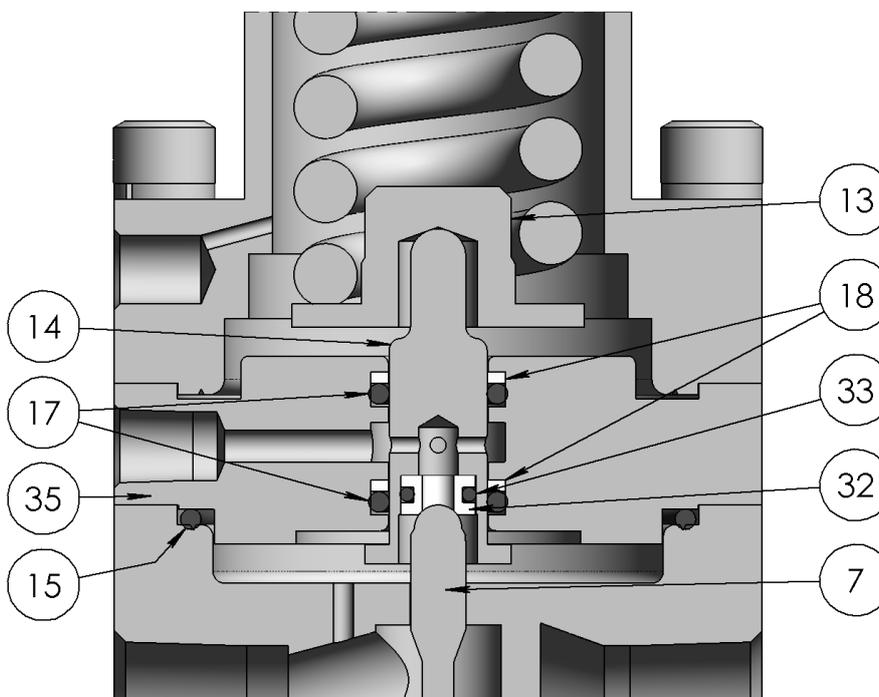

Рис. 7
2. Наденьте уплотнительное кольцо седла выпускного отверстия без отвода (33) на седло выпускного отверстия без отвода (32), затем вставьте седло в поршень с выпускным отверстием без отвода (14). Убедитесь, что скошенный край седла обращен наружу.
3. Вставьте уплотнительные кольца поршня (17) и опорные кольца поршня (18) в пластину с выпускным отверстием без отвода (35). Убедитесь в правильной ориентации компонентов в соответствии с Рис. 7.
4. Смажьте тонким слоем уплотнительные кольца поршня (17), а затем вставьте поршень (14) в пластину (35).
5. Установите уплотнительное кольцо пластины поршня (15) в корпус (10), а затем установите пластину поршня в сборе, отцентрировав дренажное отверстие желаемым образом.
6. Наденьте нижнюю направляющую пружины (13) на поршень (14).